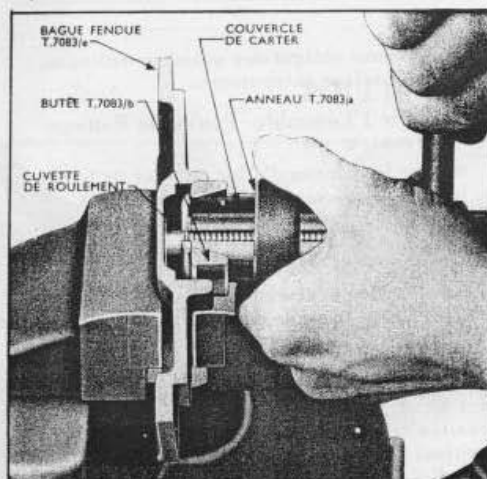

Fig. 8
4. Pour extraire la cuvette du roulement pilote d'arbre creux d'entraînement qui se trouve dans le couvercle, utiliser l'Outil N° T. 7083. Introduire la vis centrale de l'outil dans l'alésage fileté se trouvant sur la face lisse de la bague fendue T. 7083/e; introduire la petite butée T. 7083/b dans l'alésage se trouvant à l'extrémité ouverte de la bague fendue, la face lisse regardant en sens opposé de la vis centrale. Empêcher les deux parties de la bague de se séparer afin de maintenir la butée en place; introduire l'extrémité de la bague dans la cuvette de roulement qui se trouve dans le couvercle de carter et positionner les segments de la bague derrière la cuvette. Faire passer l'anneau T. 7083/a sur la vis centrale de l'outil et le placer autour de l'extrémité de la bague fendue. Fixer la poignée à la vis centrale; tout en tenant l'anneau et la bague, faire descendre la vis centrale pour extraire la cuvette de son logement (voir FIG. 8).